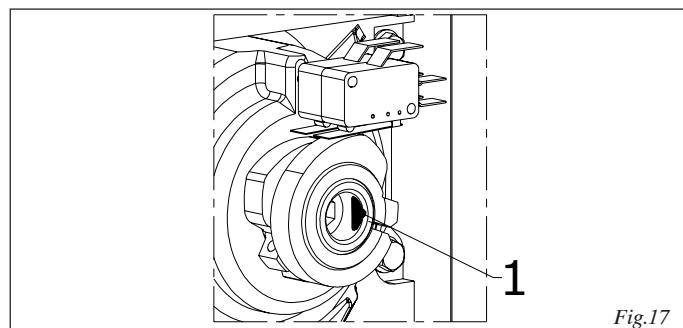

Fig.17
**Der mechanische Anschlag besteht aus einem Spannstift (Abb. 17 Bez.1), der nicht überschritten werden soll, um den Betrieb der Entriegelungsvorrichtung nicht zu beeinträchtigen.**
**La butée mécanique est constituée par un goujon élastique (fig.17 réf.1) qu'il ne faut pas dépasser pour éviter de compromettre le fonctionnement du dispositif de déverrouillage.**